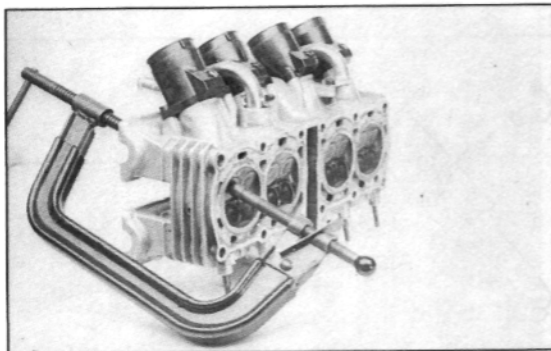

Bild 125
- Mit Ventilfederspanner (Bild 125) Ventilfedern demontieren.